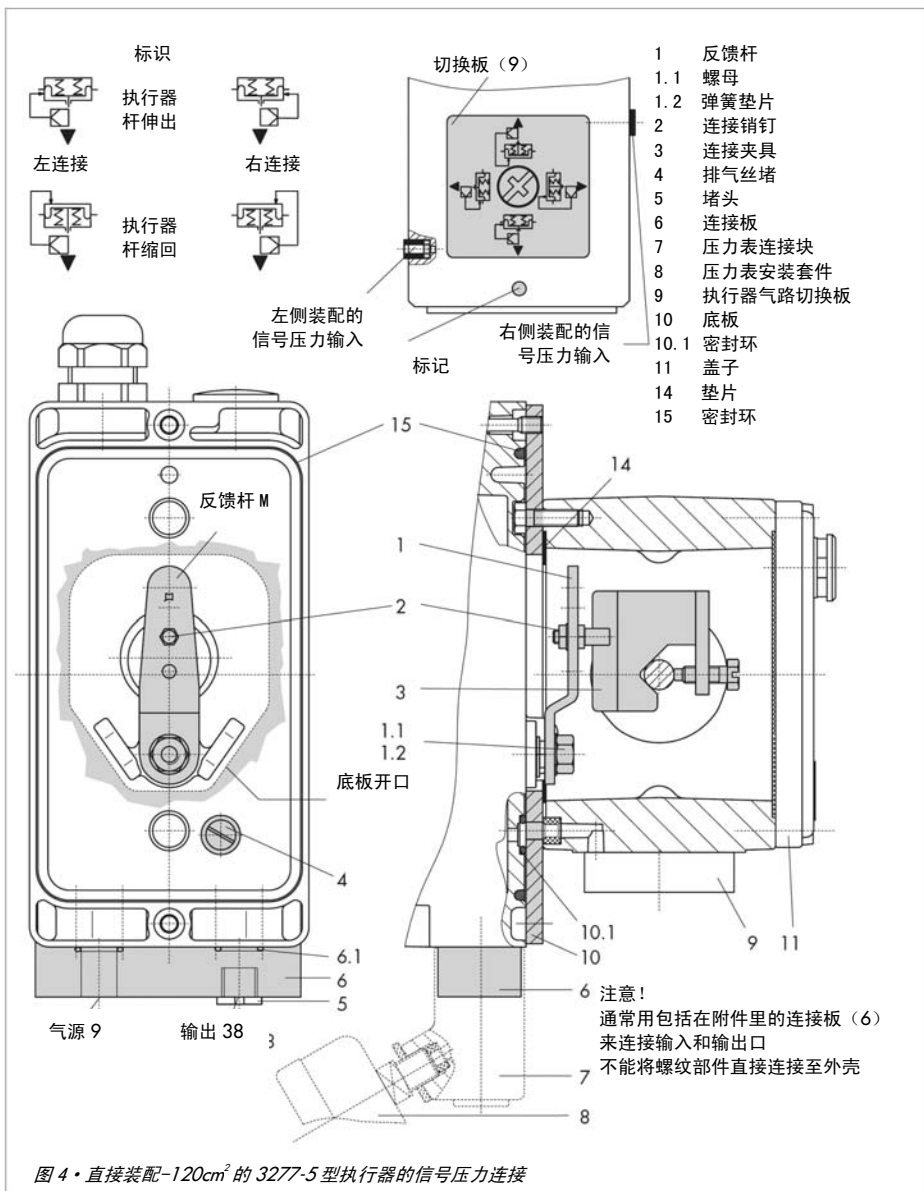

图 4 · 直接装配-120cm² 的 3277-5 型执行器的信号压力连接
4. 安装底板。将底板(10)切口的狭窄侧(图 4, 左边)指向信号压力连接处。确保粘合的垫片(14)放好在执行器支架上。